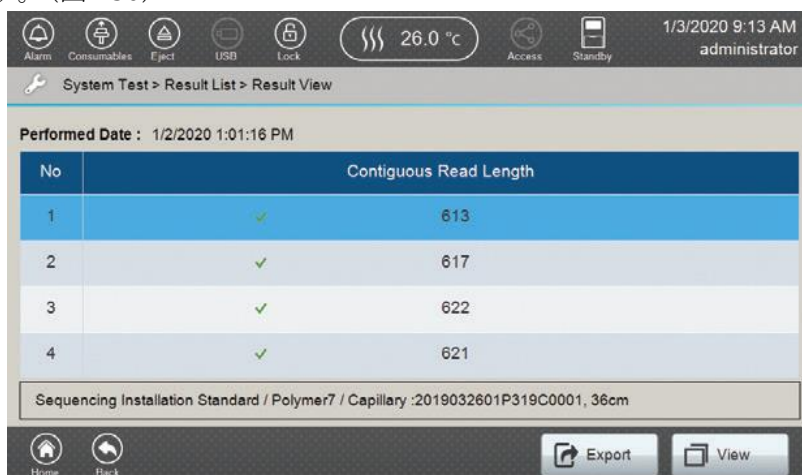

図 230 サンプルを選択した Sequencing System Test の Result View 画面
6. Result List 内で、評価したい system test のサンプルに対応する行を選択します。行を選択するとフッターにある Export と View がアクティブになります。（図 230）